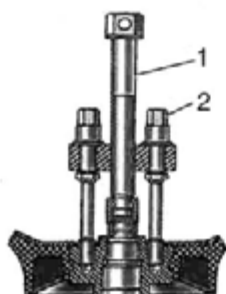

Рис. 7.4. Съёмник 7824-6093 для снятия рулевого колеса:
- снять рулевое колесо с помощью съемника 7824-6093 (рис. 7.4).